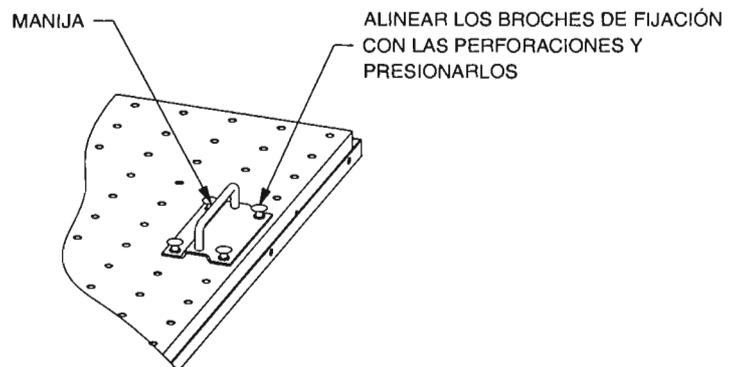

Figura 1-4. Fijación de una de las manijas para levantar un panel.
- 3. Para ayudarlo a levantar e inclinar los paneles, el equipo didáctico incluye un par de manijas. Para fijar una manija en el panel, alinee los broches de fijación con las perforaciones del panel, luego presione con firmeza los broches, como se muestra en la Figura 1-4.